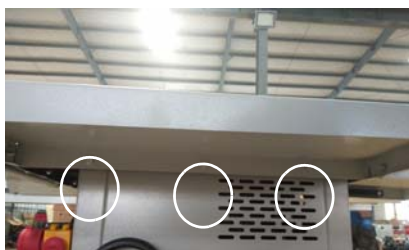

Abb. 12: Hinteren Erweiterungstisch montieren
Schritt 3: Lösen Sie die 3 Schrauben (Abb.12) am Werk Tisch des Säge um den hinteren Tisch zu montieren. Montieren Sie nun den Tisch an die Säge und ziehen Sie die Schrauben wieder fest.